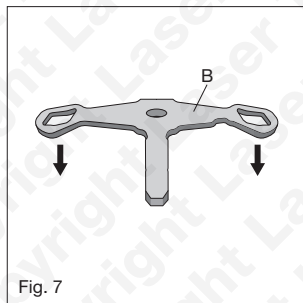

Fig. 7
9. Installer la bride de retenue (**B**) avec la courbure dans le sens illustré à la Figure 7.